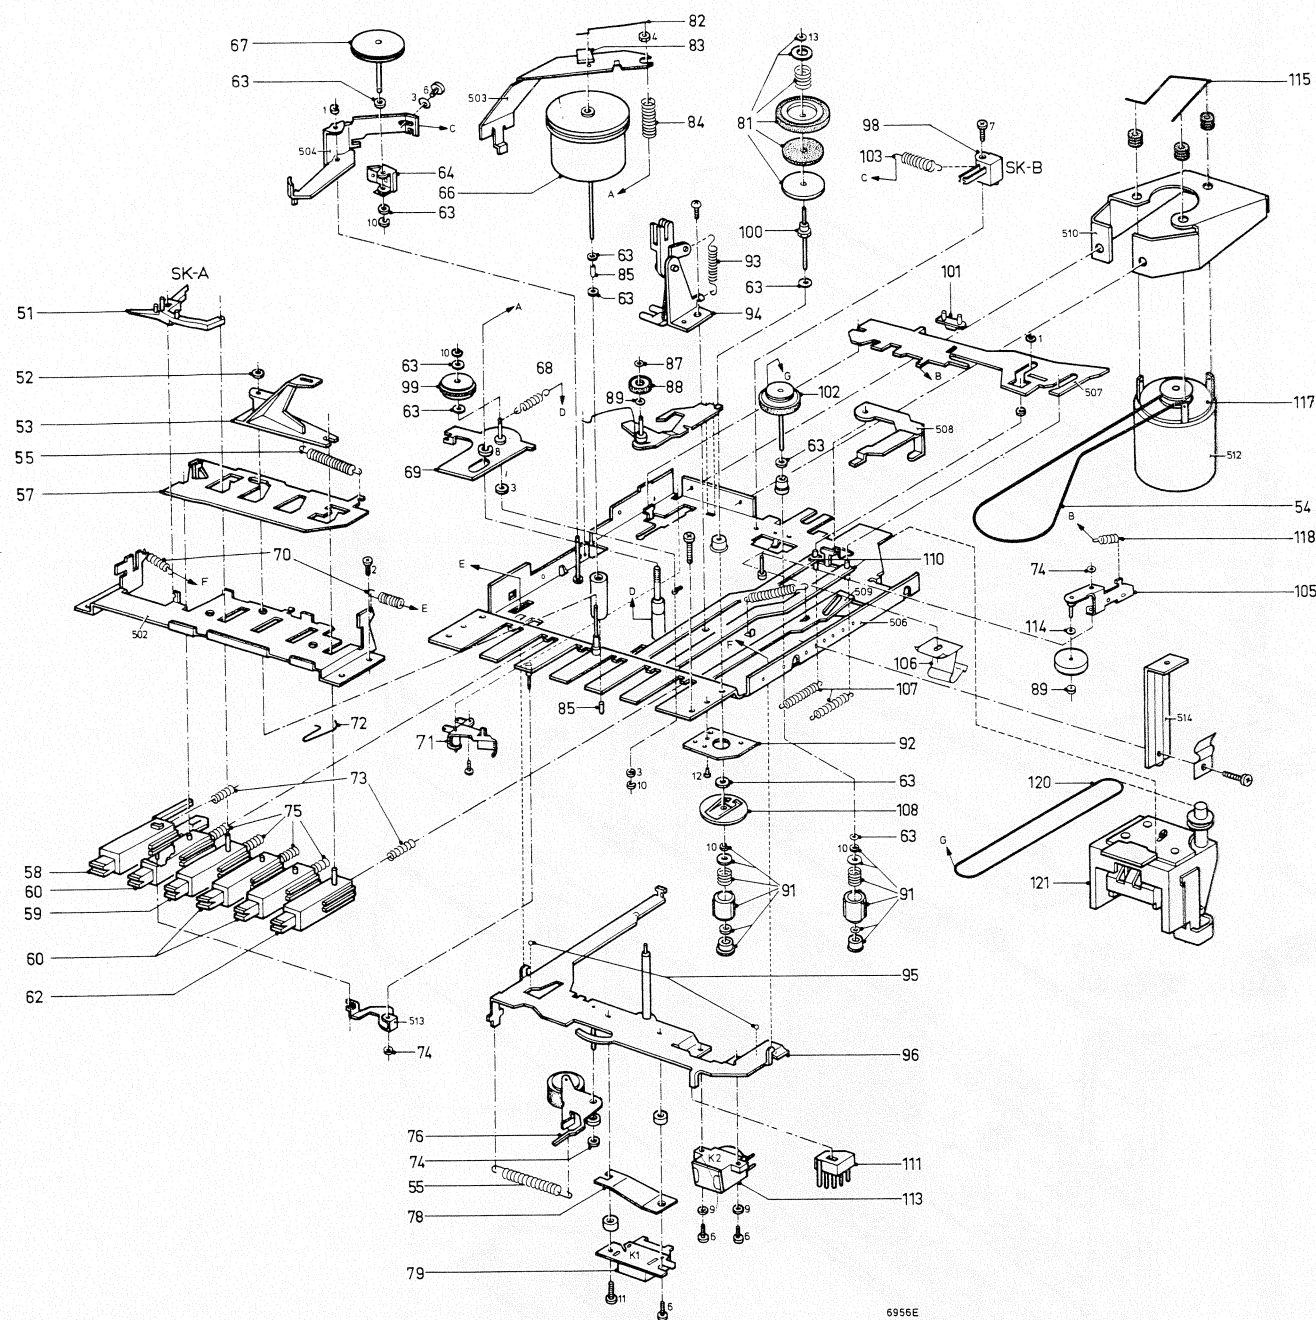

Fig. 1
6. Überprüfen der Aufwickelfriction 81, Abb. 1
Sostituzione dell'anello 92, fig. 1
2. Regolazione della staffa della testina 96, fig. 1 e 2
3. Regolazione della staffa 507, fig. 1
6. Controllo della trazione della frizione di avvolgimento 81, fig. 1